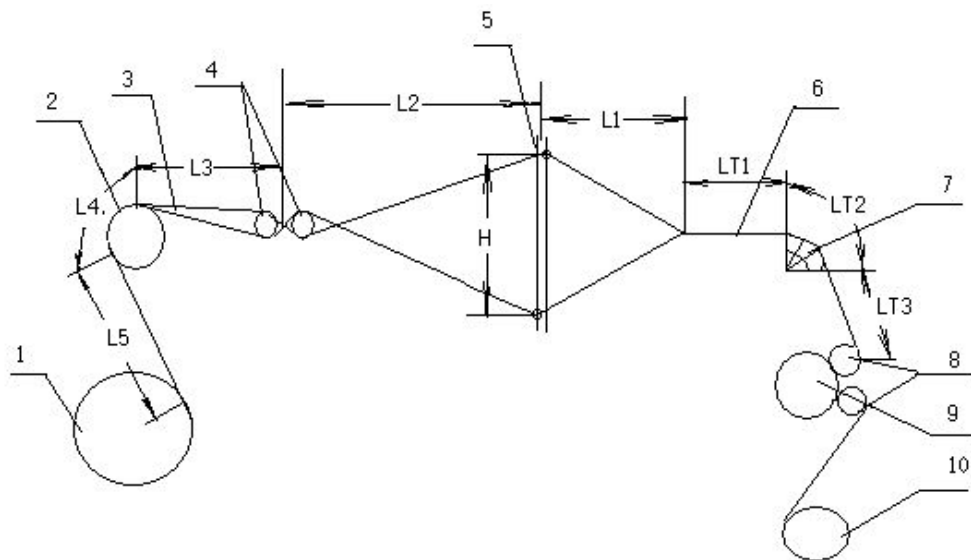

图 1-1 上机弹性系统
2、分别量出织口至胸梁上切点、胸梁包角弧长、胸梁下切点至导辊切点的距离  $L_{T1}$ 、 $L_{T2}$ 、 $L_{T3}$ ；如图 1-1 所示。